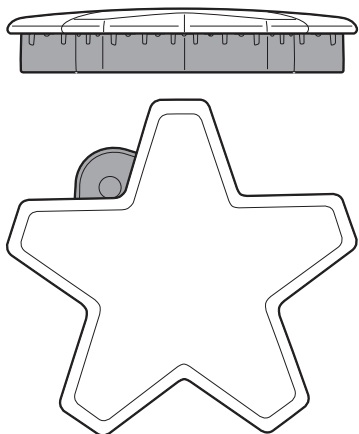
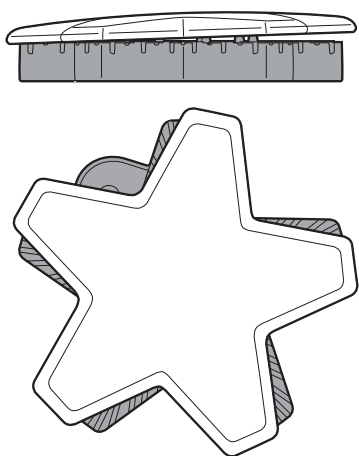

Figure 13 : Chapeau de brûleur correctement placé
Figure 14 : Chapeau de brûleur incorrectement placé
5. **Assurez-vous que les chapeaux des brûleurs STARmc sont bien posés sur leurs bases sur la table de cuisson** (Figure 13 et Figure 14 à la page 15). Allumez chaque brûleur pour vous assurer que la flamme est d'une couleur adéquate. Consultez la section « *Description de la flamme* » à la page 16 » pour plus de détails.
- Vérifiez chaque brûleur pour vous assurer qu'il n'y a pas d'espace entre le chapeau et la base du brûleur. Voir les *Figure 13* et *Figure 14* pour des exemples de chapeau de brûleur correctement ou incorrectement placés.
- Vous pouvez essayer de déplacer délicatement les chapeaux des brûleurs latéralement pour vous assurer qu'ils sont placés correctement sur leur base. Lorsqu'ils sont bien placés, les chapeaux des brûleurs sont droits sur la base et couvrent complètement la base du brûleur en forme d'étoile lorsque vous les regardez d'en haut, comme sur la *Figure 13*.